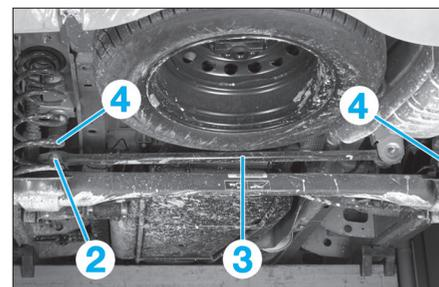

Fig. 12
- Déposer la vis de fixation (2) de la barre transversale (3) sur l'essieu arrière (Fig.12).
- Une fois libérés, dégager les ressorts (4).